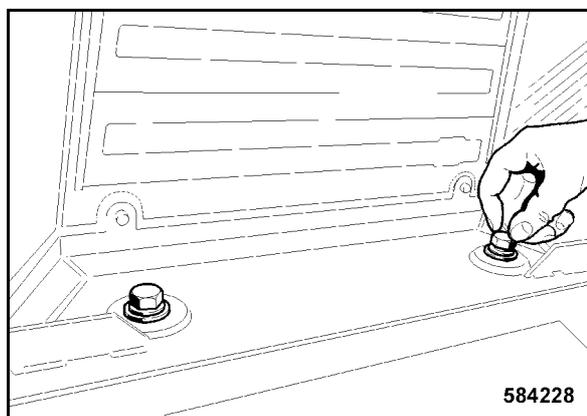

Рис. 214
- Ослабить оба крепежных винта (Рис. 214) в задней части кабины.
- Затянуть оба крепежных винта (Рис. 214) в задней части кабины с 578 Нм.